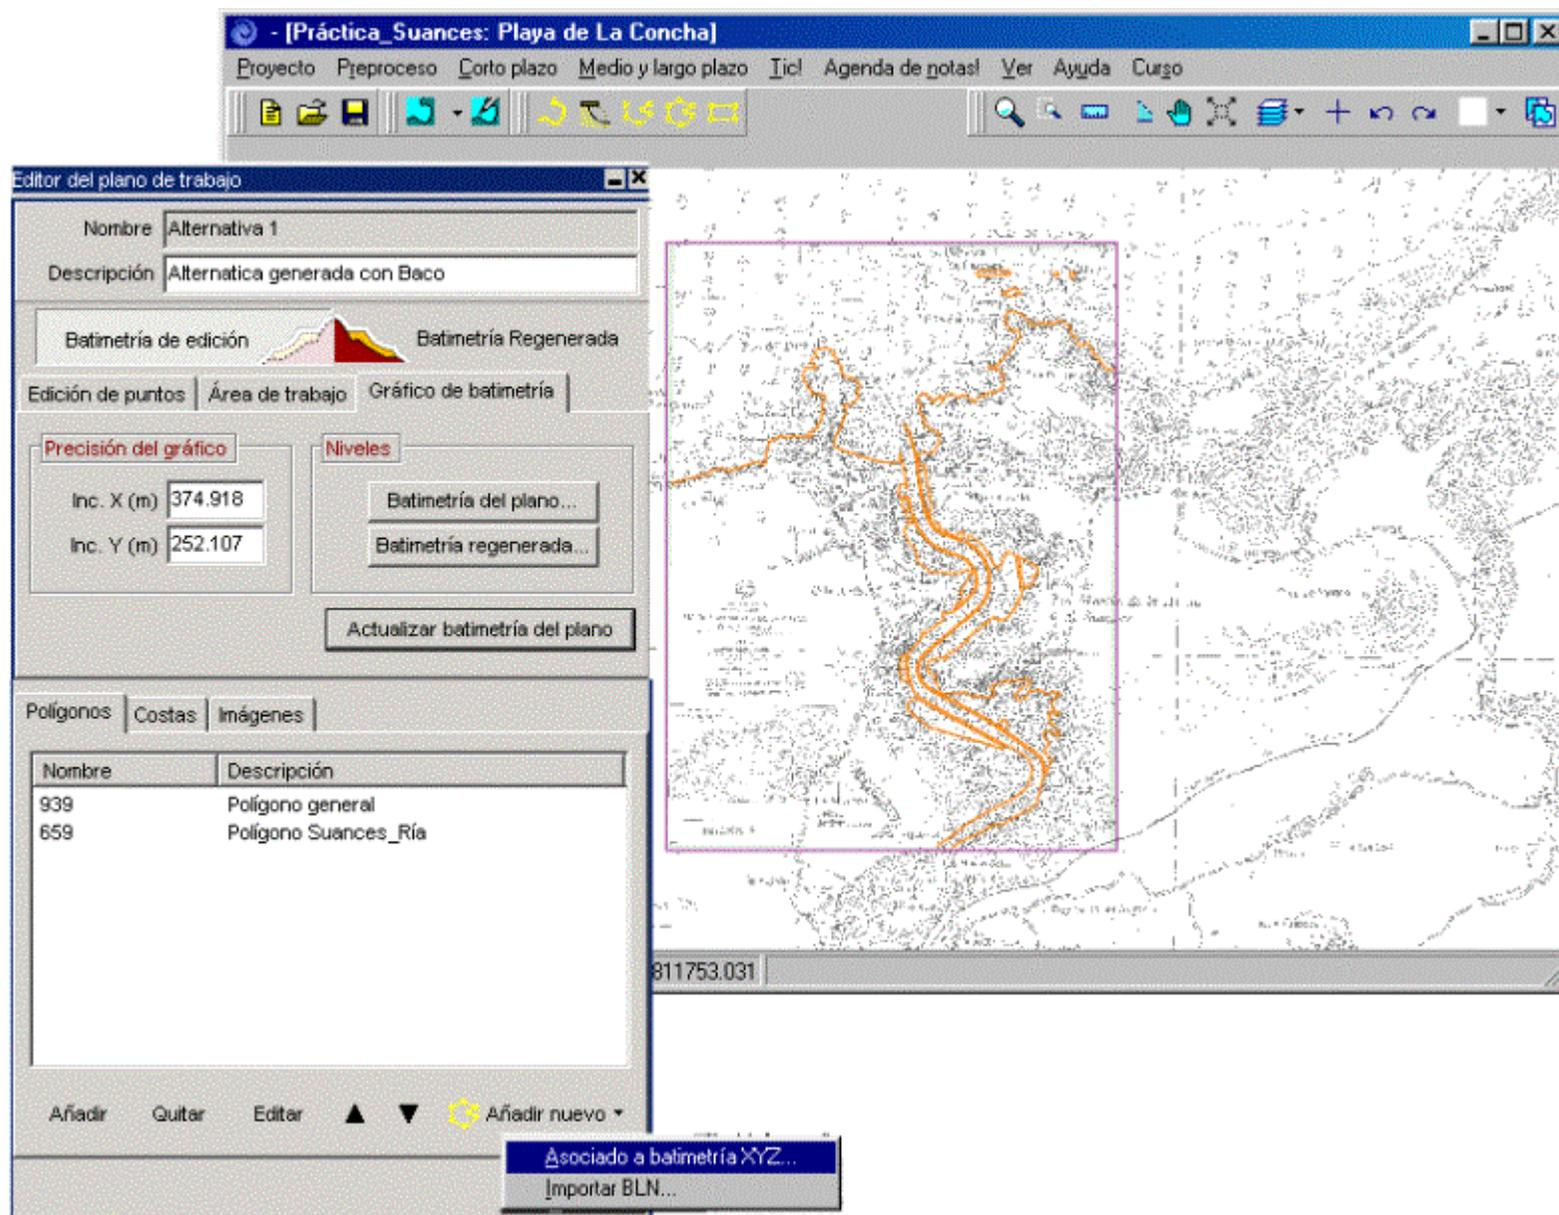

Figura 7.30
- A continuación, se va a añadir una batimetría de detalle de la zona de la Playa de La Concha y la Ría. Previamente, utilizar la herramienta de zoom rectangular para ubicarnos en la zona de la playa y Ría de Suances (ver figura 7.30). Ir al editor del plano de trabajo, pulsar la pestaña de polígonos y presionar el botón de “Añadir nuevo”. Seleccionar en este instante la opción de “Asociado a batimetría XYZ”.